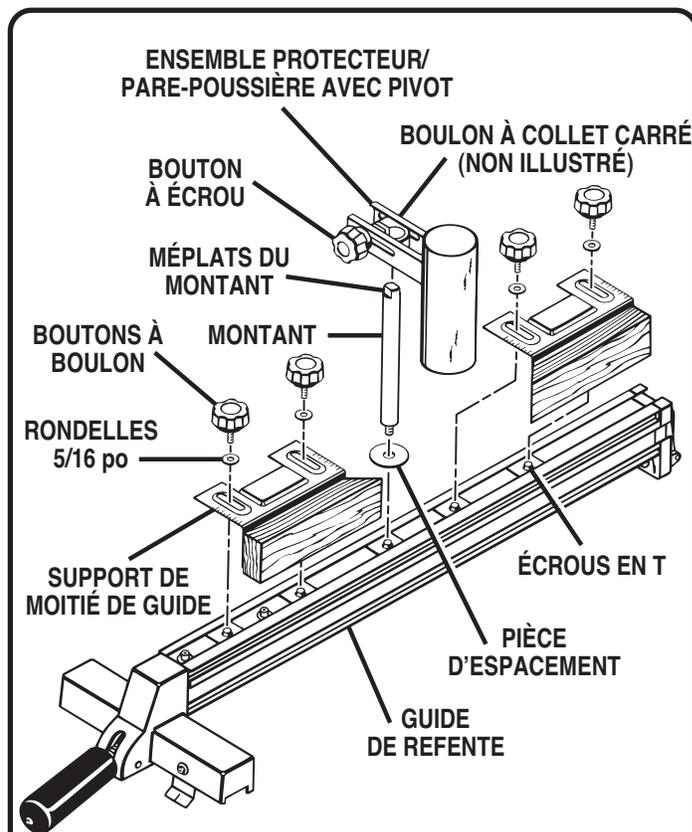

Fig. 4
- Pour installer les supports de moitié de guide, alignez chacun de ces supports avec deux des écrous en T à la partie supérieure du guide de refente. *Voir figure 4.*
- Mettez la pièce d'espacement sur l'extrémité fileté du montant et vissez le montant dans l'écrou en T restant. *Voir figure 4.*
- Placez l'ensemble protecteur/pare-poussière avec pivot sur le montant. *Voir figure 4.*